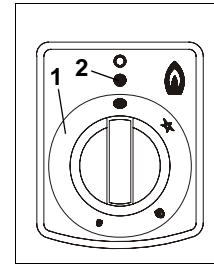

Fig. 10
⇒ Appuyez sur le (2 / Fig. 10) bouton de commande et tournez-le simultanément dans le sens inverse des aiguilles d'une montre de 90° jusqu'à la butée. En cas d'utilisation de gaz liquide, ouvrez la valve de la bouteille ou du réservoir de gaz.
- ⇒ Appuyez à fond sur (2 / Fig. 10) le bouton de commande.
- ⇒ Maintenez le (2 / Fig. 10) bouton de commande enfoncé.
- ⇒ Tournez le (2 / Fig. 10) bouton de commande dans le sens inverse des aiguilles d'une montre, de la position d'allumage (★) vers la position haute (🔥).
- ⇒ Appuyez à fond sur le (2 / Fig. 10) bouton de commande et tournez-le dans le sens inverse des aiguilles d'une montre, de la position haute (🔥) vers la position basse (🔥). La flamme se réduit progressivement. En position basse (🔥), le brûleur principal est à la puissance minimum.
- ⇒ Pour passer de la position basse (🔥) à la position haute (🔥), appuyez à fond (2 / Fig. 10) sur le bouton de commande et tournez-le dans le sens des aiguilles d'une montre.
- ⇒ Tournez à nouveau le bouton de commande (2 / Fig. 10) dans le sens des aiguilles d'une montre, de la position haute (🔥) vers le dispositif d'allumage (★). L'amenée de gaz vers le brûleur principal est interrompue et la flamme principale s'éteint. La flamme du dispositif d'allumage continue de brûler, en attente de l'allumage éventuel du brûler principal.
- ⇒ Appuyez à fond sur le bouton de commande (2 / Fig. 10) et tournez-le dans le sens des aiguilles d'une montre, de la position d'allumage du dispositif d'allumage (★) vers la position d'Arrêt (●). L'amenée de gaz est interrompue et la flamme s'éteint.